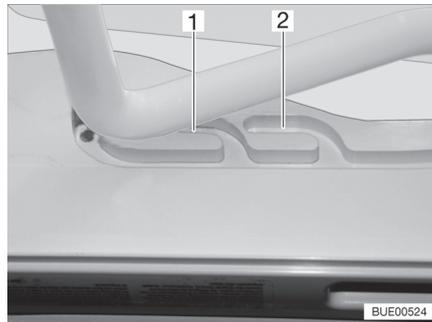

Bild 19 Führung (Lüftungsstellung)
Die Heki-Dachhaube kann in zwei Lüftungsstellungen gebracht werden: Schlechtwetterstellung (Bild 19,1) und Mittelstellung (Bild 19,2). Je nach Modell kann die Dachhaube in der Mittelstellung mit dem Riegel (Bild 20,1) verriegelt werden.
- Den Bügel leicht nach oben drücken und in die gewählte Führung (Bild 19,1 oder 2) schieben und ggf. verriegeln.